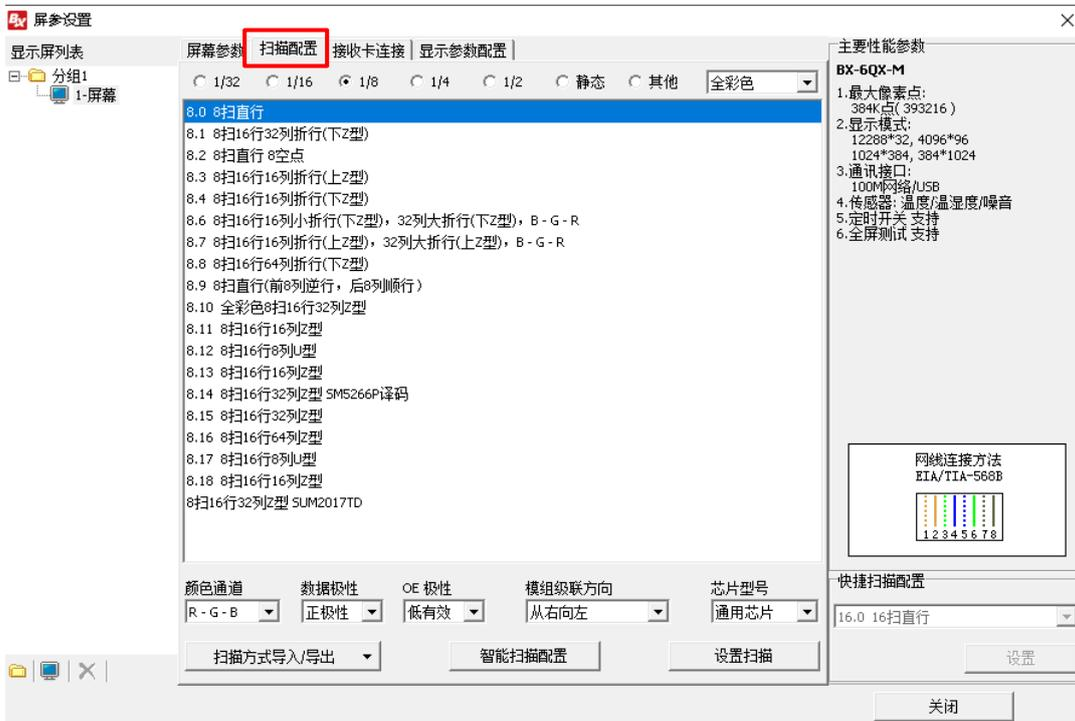

图 12
1. 在屏参设置界面，点击“扫描配置”，如下图 12 所示：